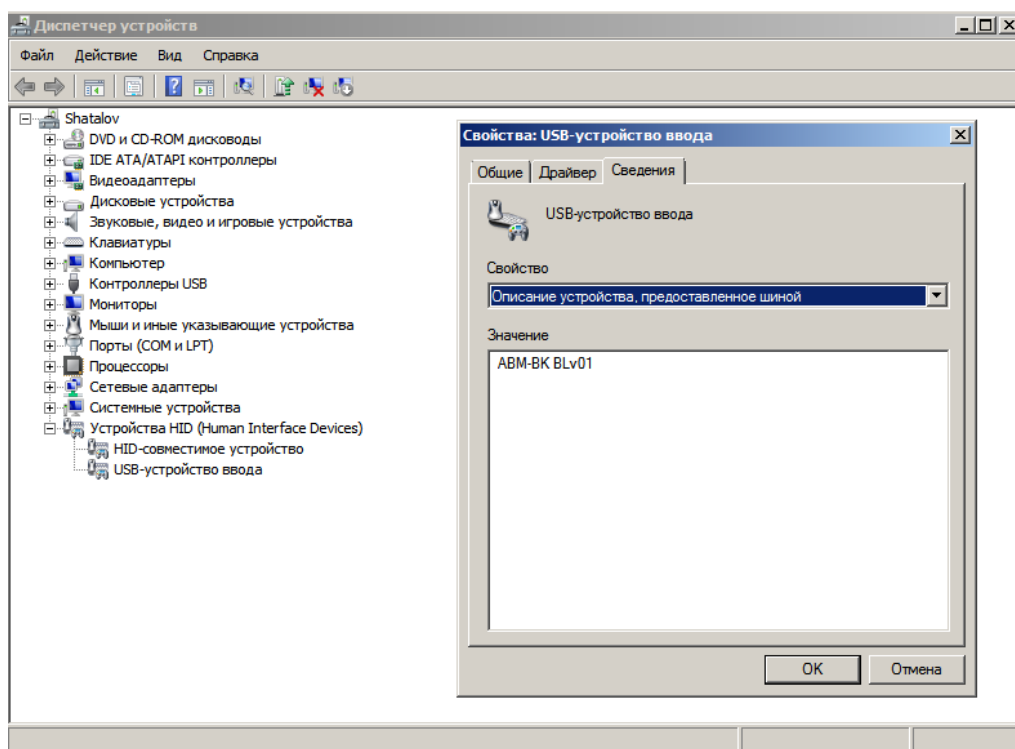

Рис. 8. Отображение АВМ-В в операционной системе
- 2.2.2.3. Убедиться, что устройство отображается в системе (см. рис. 8)